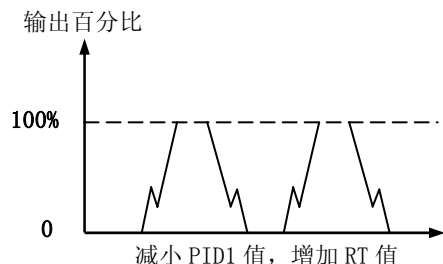
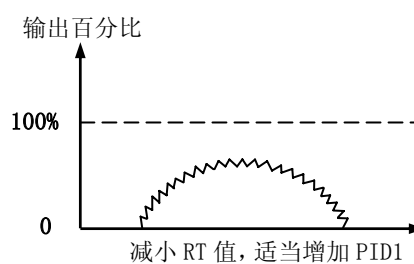

图 3.5.1
图 3.5.2
- 在调整参数时，调整范围应先从大到小。若出现图 3.5.1 现象可把 PID1 由 2000 调为 1000，把 RT 由 100 调为 200，如果调整后的控制效果如图 3.5.2，则说明 PID1 的取值在 1000-2000 之间，RT 取值在 100-200 之间。逐渐减小调整范围，即可得到理想的参数。